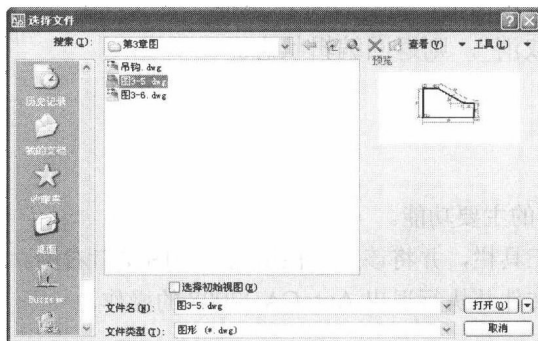

图 1-7 “选择文件”对话框
(2) 操作格式
① 选择上述方式之一，打开“选择文件”对话框，如图 1-7 所示。通过对话框的“搜索”下拉菜单选择需要打开的文件。